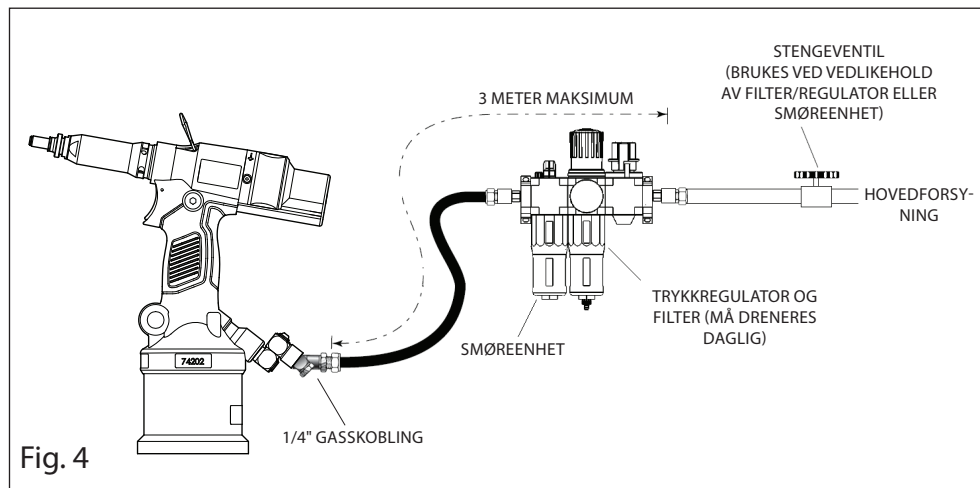

Fig. 4
- Trykkregulatorer og automatiske olje/filter systemer skal brukes på luftforsyningen innen 3 meter fra verktøyet (se fig. 4).